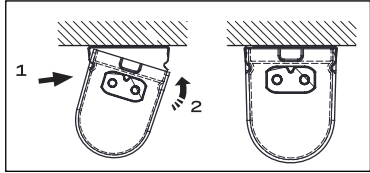

Рис. 3
- Закрепите скобы на поверхность установки и защёлкните в скобы осветительный прибор (рис. 3).